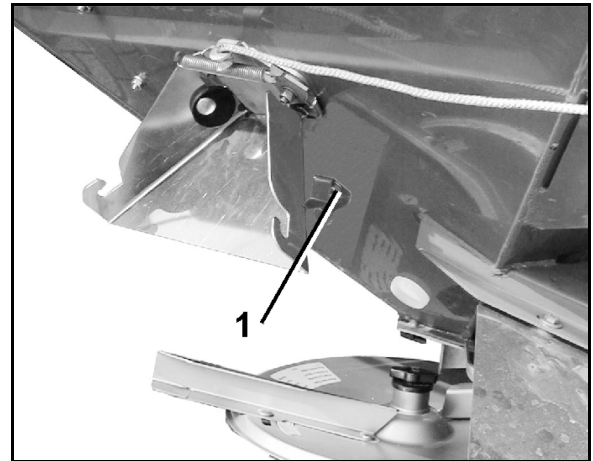
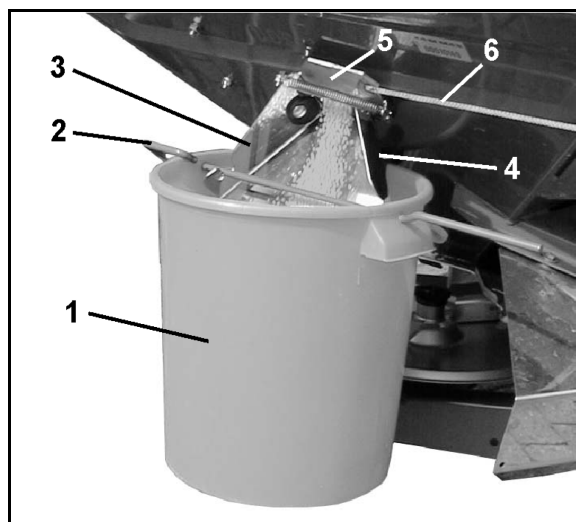

Рис. 65
Рис. 67
1. Підвісьте збірну ємність (Fig. 67/1) за допомогою скоби (Fig. 67/2) до випускного жолоба (Fig. 67/3). Зафіксуйте збірну ємність в затискному пристрої (Fig. 67/4 і Fig. 65/1).
2. Повністю відкрийте бічну заслінку (Fig. 67/5) випускного жолоба приблизно на 5 с за допомогою троса (Fig. 67/6) (для забезпечення рівномірного потоку добрива). Зібрану при цьому кількість добрива висипте назад у розкидач.